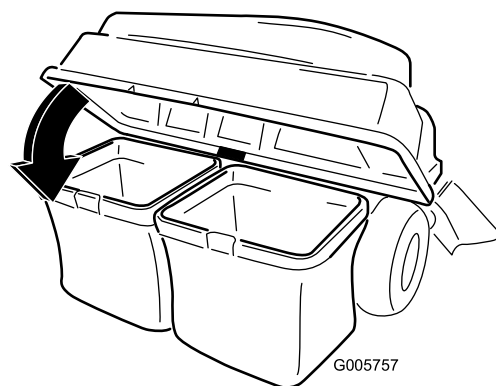

Figura 18
- Abbassate il coperchio sul cesto (Figura 18).